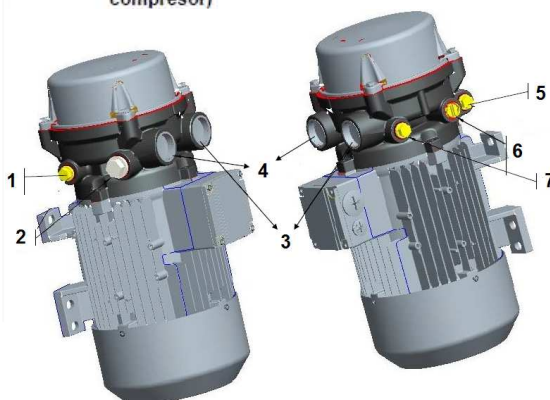

Fig. 7: Empalmes de tubo / de manguera de la bomba de vacío / del compresor
Para la disposición de los empalmes de tubo / de manguera véase la Fig. 7
La tubuladura de aspiración (Fig. 7, pos. 3) está marcada con una flecha hacia abajo (↓).
La tubuladura de presión (Fig. 7, pos. 2) está marcada con una flecha hacia arriba (↑).
El empalme de líquido de servicio (Fig. 7, pos. 1) se encuentra entre la tubuladura de presión y la tubuladura de aspiración.